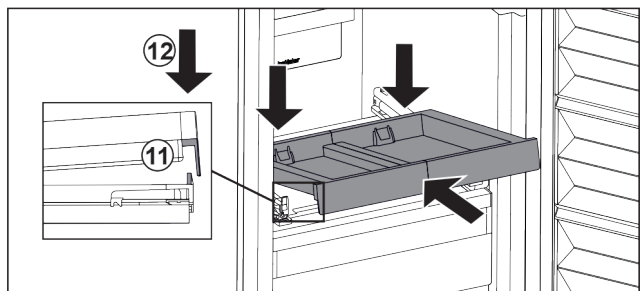

Fig. 93
- ▶ Schuin erin schuiven. Zorg ervoor dat de aanslag aan beide zijden achter de lip is. Fig. 93 (11)
- ▶ Uitschuifplateau aan voorzijde neerzetten. Fig. 93 (12)